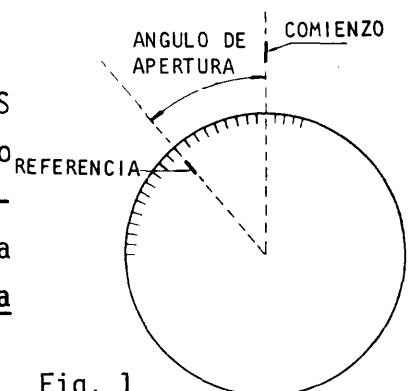

Fig. 1
- d Tome como referencia la marca de PMS y haga girar el cigüeñal en sentido contrario, hasta lograr la graduación correcta para la apertura de la válvula de admisión que indica el fabricante (fig. 1).